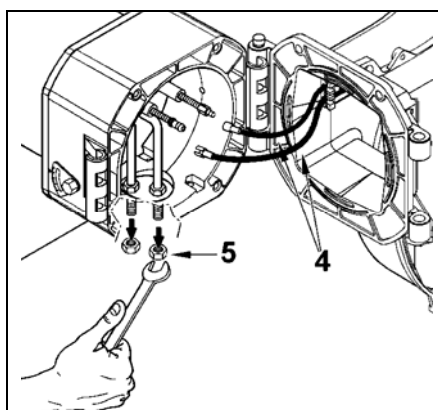
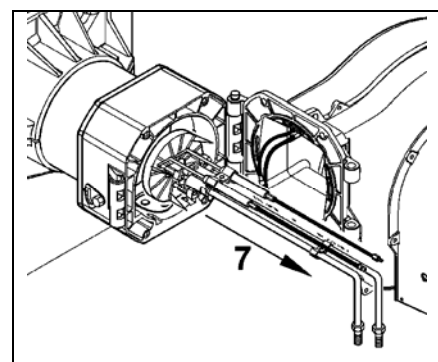

Рис. 3
Рис. 4
- 4) Поднимите узел смещения 6 (см. рис. 3) чтобы топливопроводы вышли из корпуса, и затем полностью вытащите узел в направлении, указанном стрелкой 7 (см. рис. 4).